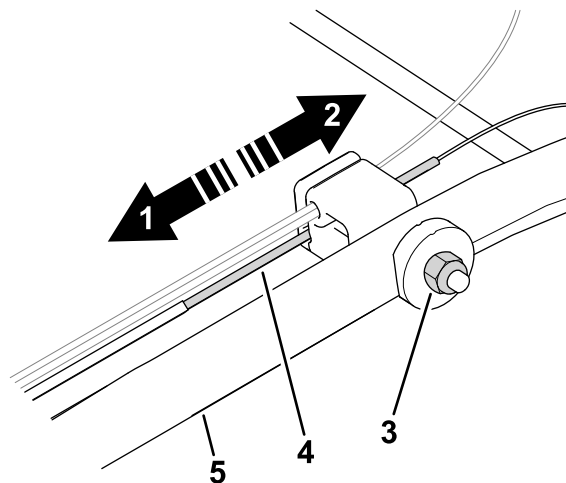

Figure 25
1. Tournez l'écrou de réglage dans le sens antihoraire pour desserrer le réglage du câble (Figure 25).
2. Ajustez la tension du câble (Figure 25) en le tirant en arrière ou en le poussant en avant puis en le maintenant à cette position.